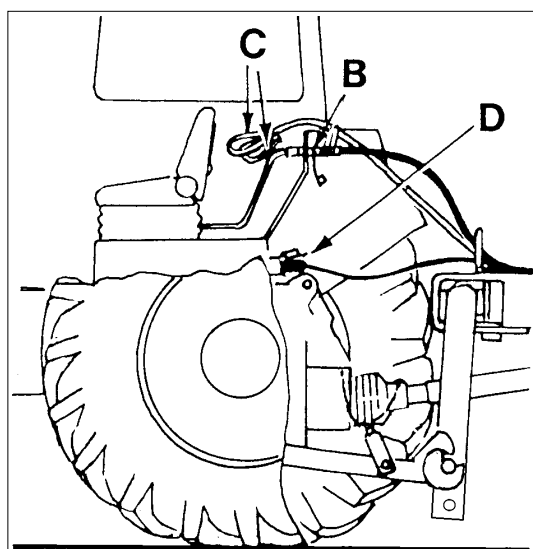

Fig.3-4
- Faire passer les cordes de manoeuvre (C) dans la cabine du tracteur (ces cordes sont utilisées pour déverrouiller les machines latérales et pour actionner le robinet à bille).
- Connecter le câble électrique (D) (fig. 3-4).